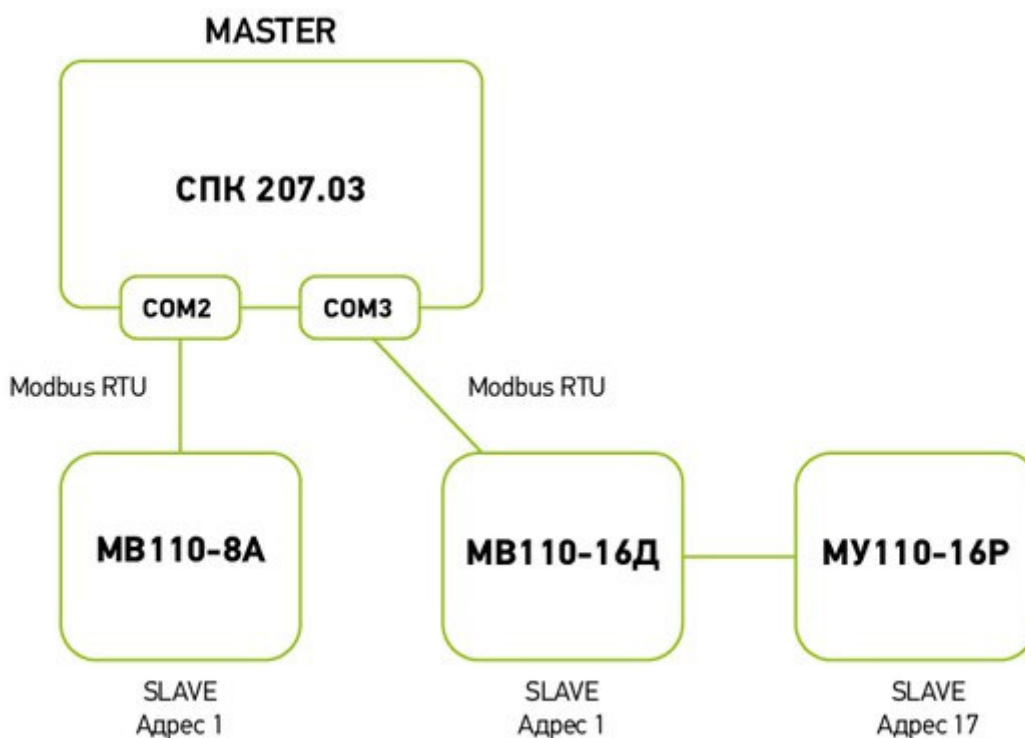

Рис. 3.16. Структурная схема примера **Шаблоны модулей Mx110**
Структурная схема примера приведена на рис. 3.16:
1. Настройте модули **Мх110** с помощью программы **Конфигуратор Мх110** в соответствии с табл. 3.1. Подключите модули к COM-портам СПК (в соответствии с рис. 3.16).